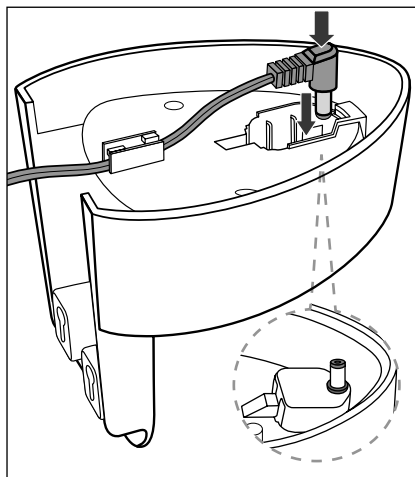

Fig. 2
- Placez d'abord le câble au travers du chemin de câble et enfoncez ensuite la fiche creuse ❺ dans l'orifice du support mural ❸, de manière à ce qu'elle tienne bien (fig. 2).